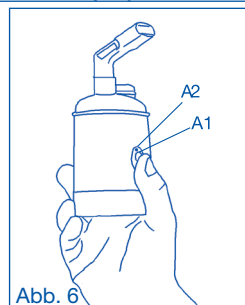

Abb. 6
6. Drücken Sie kurz die Taste ON/OFF (A1) (Abb. 6); Die LED Anzeige (A2) des Inhalationsgerätes zeigt grünes Dauerlicht, dann beginnt das zerstäubte Medikament auszutreten.